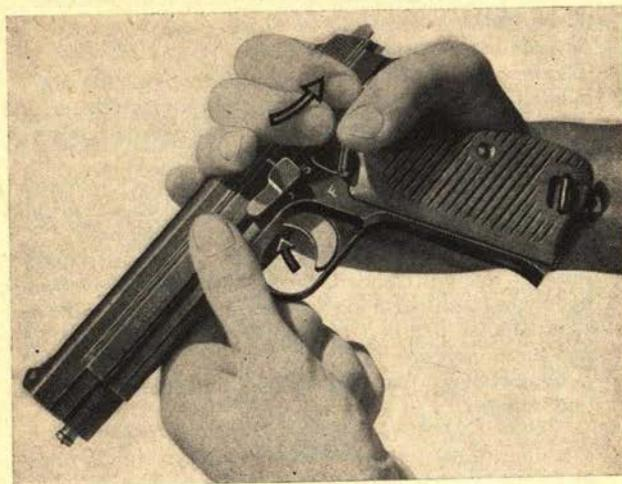

Fig. 4
Mit der rechten Hand Pistole gemäss Fig. 4 umfassen, den beweglichen Teil zurückziehen und gleichzeitig mit dem Zeigefinger der linken Hand den Verschlusshalter von rechts her unter Druck setzen. Nach ca. 5 mm Weg verschiebt sich der Verschlusshalter nach links und kann vollständig herausgenommen werden. Verschlussstück mit Lauf und Schliessfeder hierauf nach vorne herausziehen.
- Verschlusshalter einsetzen bis zum Anschlag; hierauf mit der rechten Hand (Griff siehe Fig. 4) den beweglichen Teil zurückziehen und gleichzeitig auf den Verschlusshalter drücken bis dieser vollständig und hörbar einschnappt.